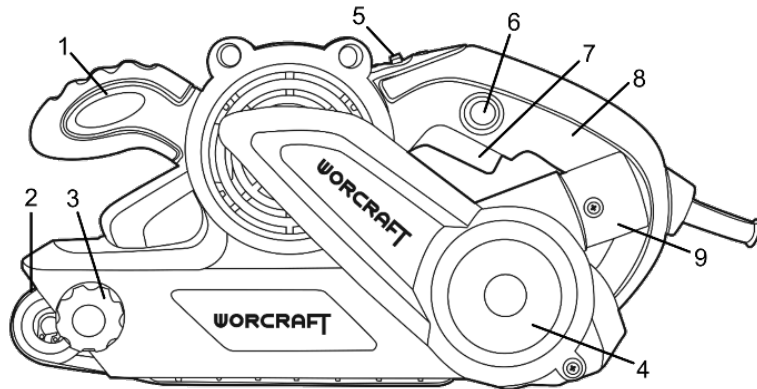

Рисунок 1
4.2 Встановіть пилозбірний мішок або під'єднайте пристрій пиловидалення (пилосос) до відповідного патрубку (9, рисунок 1).
4.5 Під'єднайте вирій до електромережі та виконайте центрування шліфувальної стрічки (2, рисунок 1) за допомогою регулятора (3, рисунок 1) на холостому ходу. Шліфувальна стрічка повинна розташовуватися на роликках без зміщення в яку-небудь зі сторін.
4.6 Встановіть за допомогою регулятора (5, рисунок 1) необхідну для даного виду робіт швидкість руху стрічки.